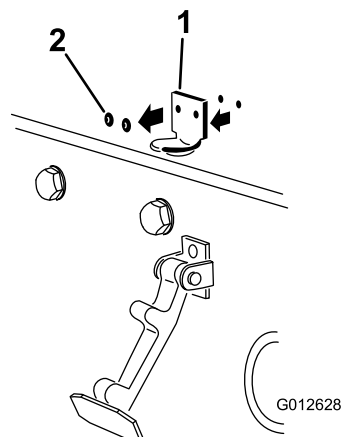

Bild 3
2. Entfernen Sie die zwei Nieten, mit denen die Halterung des Motorhaubenriegels an der Motorhaube befestigt ist (Bild 3), und nehmen Sie die Halterung des Motorhaubenriegels von der Motorhaube ab.